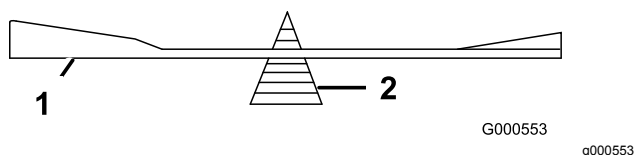

Figura 97
2. Verifique el equilibrio de la cuchilla colocándola sobre un equilibrador de cuchillas (Figura 97).